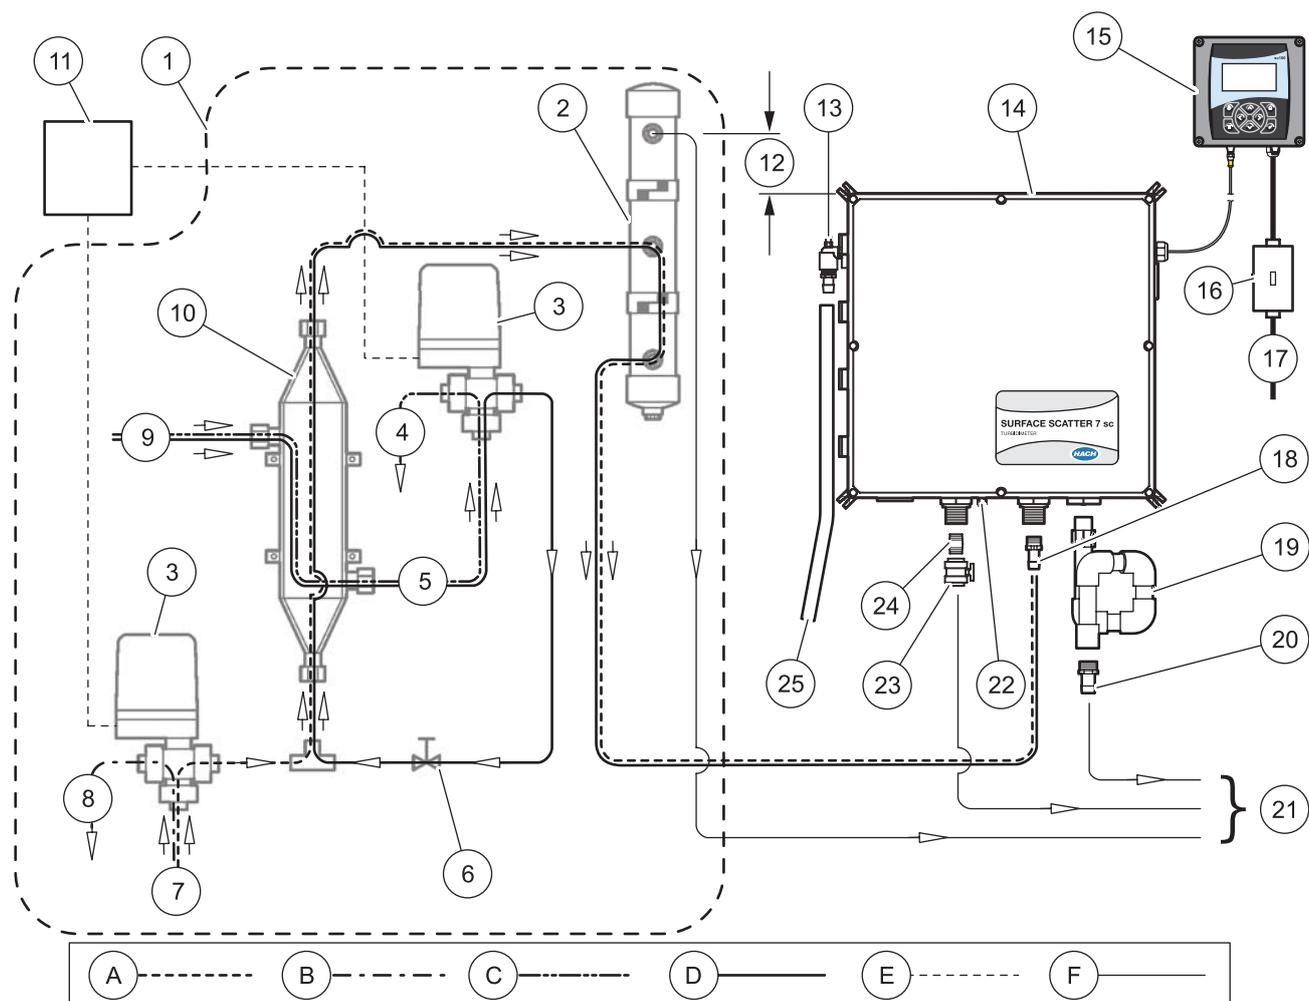
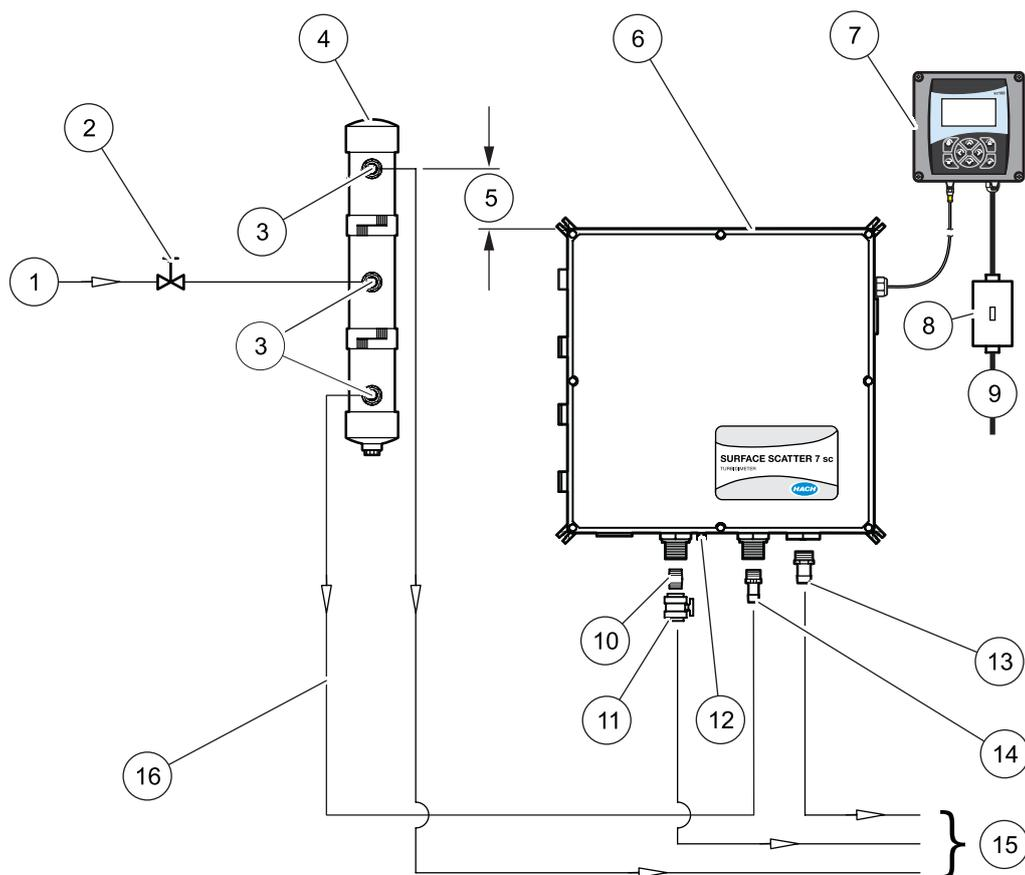

Figura 12 Diagrama de tuberías de SS7 sc-HST
Figura 13 Diagrama de tubería del SS7 sc
- Véase Figura 12 en la página 22 para las conexiones del intercambiador de calor.
El interceptor de burbujas/el regulador de cabezal se debe instalar de tal manera que el sobreflujo se encuentra al menos 5 pulgadas por sobre la parte superior del bastidor de la unidad de muestra (Figura 12 en la página 22). Sin embargo, la altura de instalación puede variar en función de las condiciones locales de muestra y los requerimientos de flujo. Véase las instrucciones de instalación suministradas con el interceptor de burbujas/el regulador de cabezal para obtener mayor información.
La purga de aire ayuda para controlar la condensación y los vapores corrosivos dentro de la unidad de muestra y se recomienda. Utilice solamente aire seco para el instrumento. Véase Figura 12 y Figura 13 para los detalles de instalación.